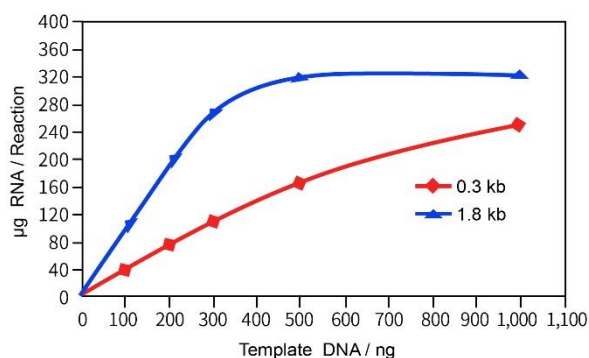

图 5 转录不同长度产物 RNA 产量随模板添加量变化
4. 遵照本产品非修饰 RNA 合成反应体系及实验流程，37°C 孵育 2 h，检测转录不同长度产物 RNA (0.3kb/1.8kb) 产量随模板添加量变化，结果如图 5 所示。